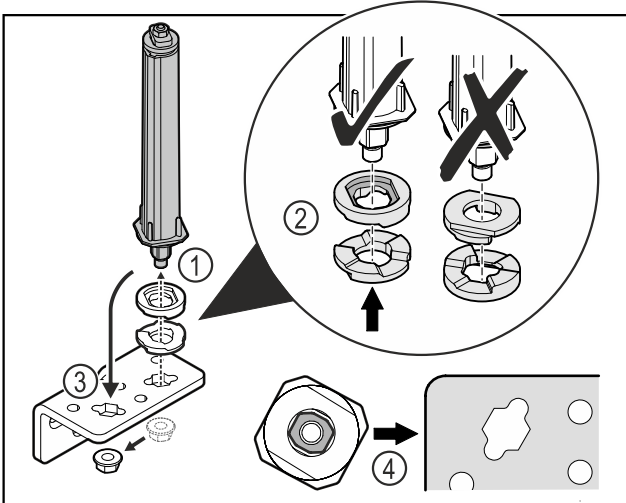

Fig. 39
- ▶ 松开螺母，并移除关门系统 Fig. 39 (1)。
- ▶ 确保高度调整垫片正确对齐 Fig. 39 (2)。
- ▶ 调换合页角铁中的关门系统并用螺母固定 Fig. 39 (3)。
- ▶ 装入时，确保关门系统正确对齐 Fig. 39 (4)。